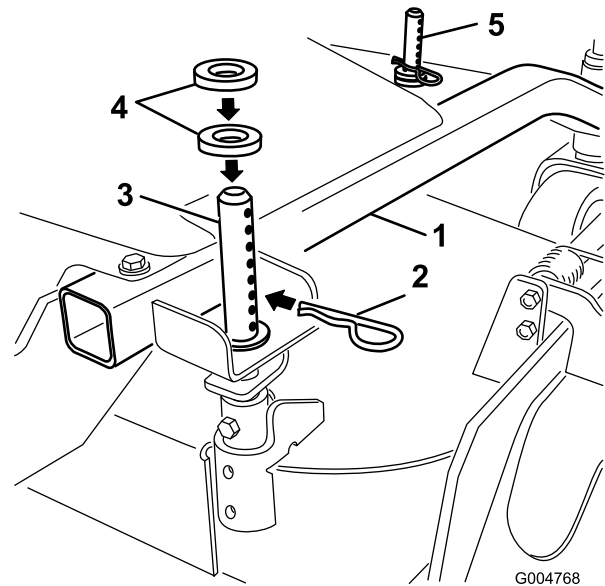

Figura 14
1. Seleccione el taladro en el pilar de ajuste de altura de corte y la cantidad de espaciadores correspondiente a la altura de corte deseada (Figura 14).
2. Con la ayuda del manillar de elevación, levante el lateral de la carcasa y retire la chaveta (Figura 14).
3. Agregue espaciadores o quítelos de ser necesario y luego alinee los taladros e introduzca el pasador de horquilla (Figura 14).